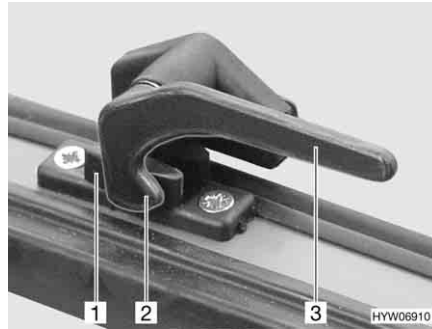
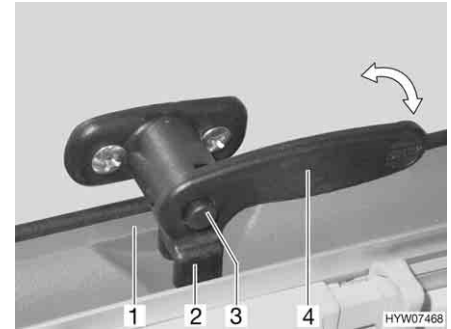

Bild 75 Verriegelungshebel ohne Sicherungsknopf in Stellung "geschlossen"
Bild 76 Verriegelungshebel mit Sicherungsknopf in Stellung "geschlossen"
- Ggf. Sicherungsknopf (Bild 76,3) drücken und gedrückt halten.
- Den Verriegelungshebel (Bild 75,3 oder Bild 76,4) eine viertel Umdrehung zum Fensterrahmen hin drehen. Die Verriegelungsnase (Bild 75,2) liegt auf der Innenseite der Fensterverriegelung (Bild 75,1) oder die Gabel (Bild 76,2) am Verriegelungshebel liegt komplett auf der Innenseite der Fensterverriegelung (Bild 76,1).
- in Stellung "fest verschlossen" (Bild 75 oder Bild 76)